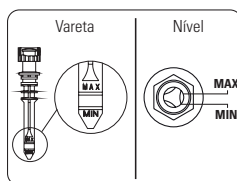

FIGURA 9.6
1. Verifique o nível de óleo (Figura 9.6) (Para compressores lubrificados).
Óleo lubrificante (1) (compressores lubrificadas) (Figura 9.6)